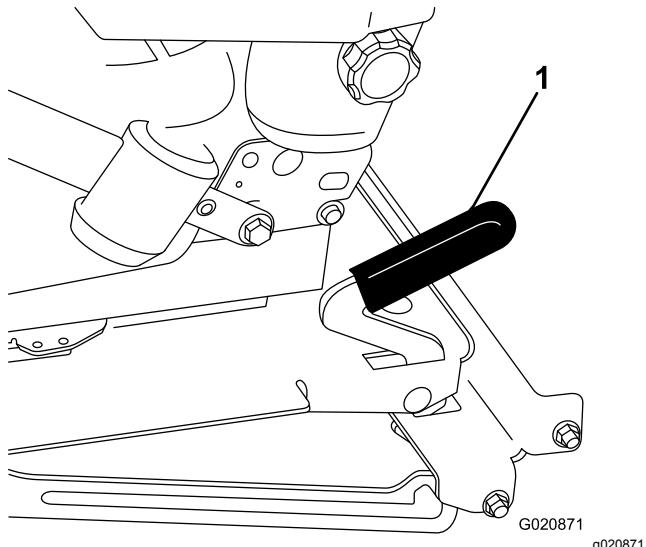

図 56
2. ラッチを前方に引いて持ち上げるとラッチが外れる図 56。